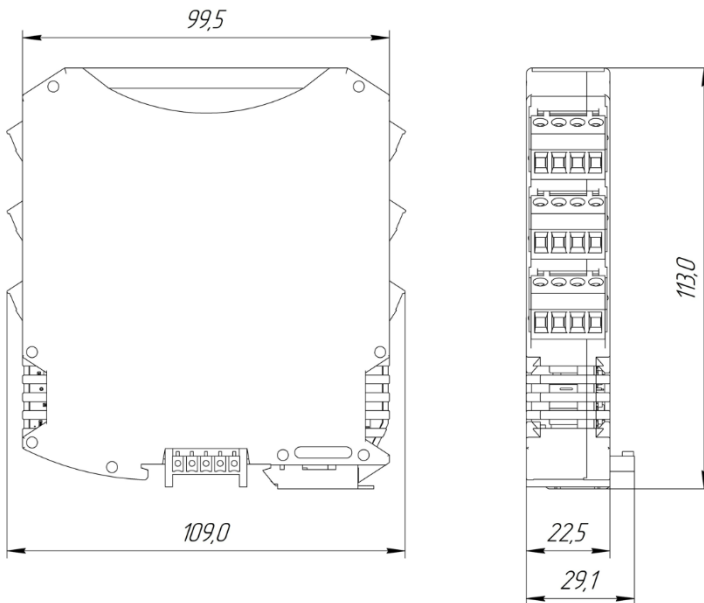
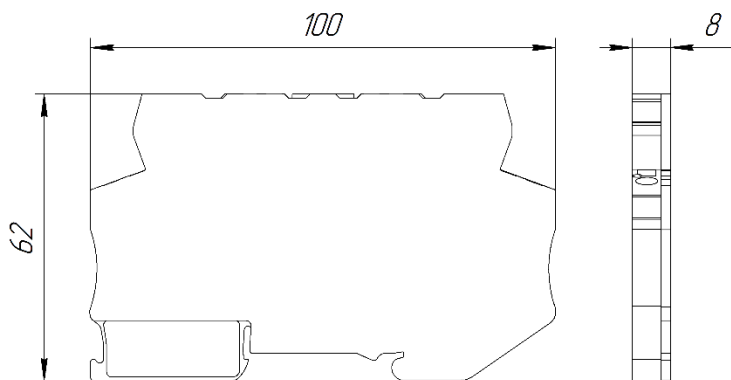

Рис. 1.6. Габаритный чертеж преобразователя в стандартном корпусе
Рис. 1.8. Габаритный чертеж преобразователя в компактном слотовом корпусе
Преобразователь NT-4I-4-20-A, конструктивно выполнен в стандартном корпусе (рис. 1.6).
товом корпусе (рис. 1.8).
- габаритные размеры преобразователей приведены на рис. 1.6 - рис. 1.8.